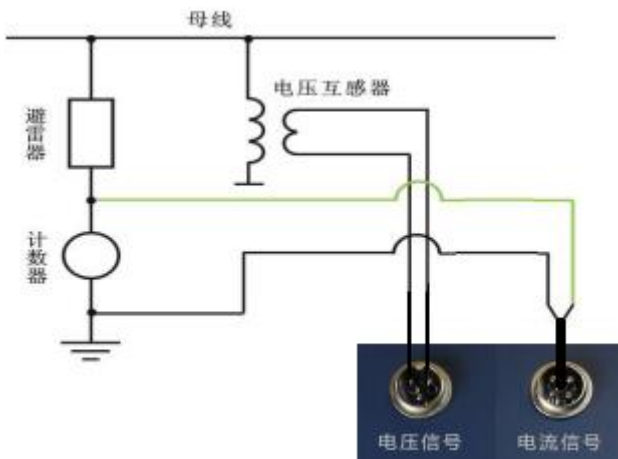

图 3 有线模式（测量相序 B: 单相）测试接线示意图
2) 有线模式（测试相序：B, 单相）测试接线示意图见图 3